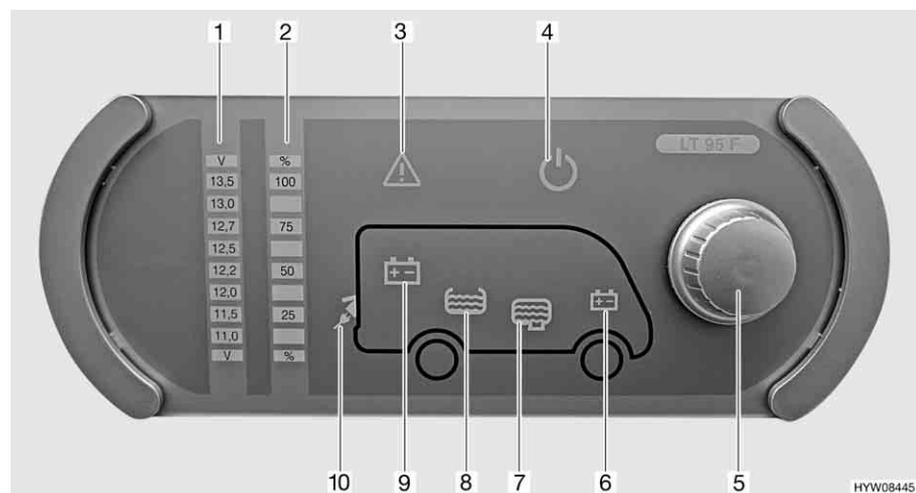

Fig. 93 Pannello di controllo (LT 95)
Il pulsante a rotazione (Fig. 93,5) inserisce o disinserisce il pannello di controllo e l'alimentazione a 12 V dell'abitacolo.
- Accensione:* ■ Premere il pulsante a rotazione (Fig. 93,5): L'alimentazione a 12 V dell'abitacolo è inserita. La spia di controllo a 12 V (Fig. 93,4) diventa verde.
- Spegnimento:* ■ Premere il pulsante a rotazione (Fig. 93,5): L'alimentazione a 12 V dell'abitacolo è disinserita. La spia di controllo a 12 V (Fig. 93,4) si spegne.
Mediante il pulsante a rotazione (Fig. 93,5) si possono interrogare sia la tensione della batteria dell'abitacolo che la tensione della batteria di avviamento. La tensione viene visualizzata sulla scala indicatore per la tensione della batteria (Fig. 93,1).
- Indicazione:* ■ Ruotare il pulsante a rotazione (Fig. 93,5), finché si accende il simbolo della batteria della quale deve essere interrogata la tensione.
Viene indicata la tensione della batteria dell'abitacolo (Fig. 93,9)
Viene indicata la tensione della batteria di avviamento (Fig. 93,6)
- Leggere la tensione sulla scala indicatore della tensione della batteria (Fig. 93,1).
Mediante il pulsante a rotazione (Fig. 93,5) si possono interrogare sia il livello del serbatoio dell'acqua che il livello del serbatoio delle acque grigie. Il livello viene visualizzato sulla scala indicatore livello dei serbatoi (Fig. 93,2).
- Ruotare il pulsante a rotazione (Fig. 93,5), finché si accende il simbolo del serbatoio del quale deve essere interrogato il livello.
Viene indicato il livello del serbatoio dell'acqua (Fig. 93,8)
Viene indicato il livello del serbatoio delle acque grigie (Fig. 93,7)
- Leggere il livello sulla scala indicatore del livello serbatoio (Fig. 93,2).
La spia luminosa Alarm (Fig. 93,3) lampeggia non appena i valori limite fissati vengono superati per eccesso o per difetto.
La spia luminosa Alarm (Fig. 93,3) lampeggia non appena la tensione della batteria scende al di sotto di 11 V. Se l'alimentazione a 12 V è accesa, si accende anche il relativo simbolo della batteria (Fig. 93,6 o 9), e l'indicatore "11,0" sulla scala indicatore della tensione della batteria (Fig. 93,1) lampeggia. Rischio di uno scaricamento totale della batteria.
La spia luminosa Alarm (Fig. 93,3) lampeggia ed il relativo simbolo del serbatoio (Fig. 93,7 o 8) si accende non appena il serbatoio dell'acqua è vuoto o il serbatoio delle acque grigie è pieno.
La spia di controllo a 230 V (Fig. 93,10) si accende quando all'ingresso della centralina elettrica è presente una tensione di rete.